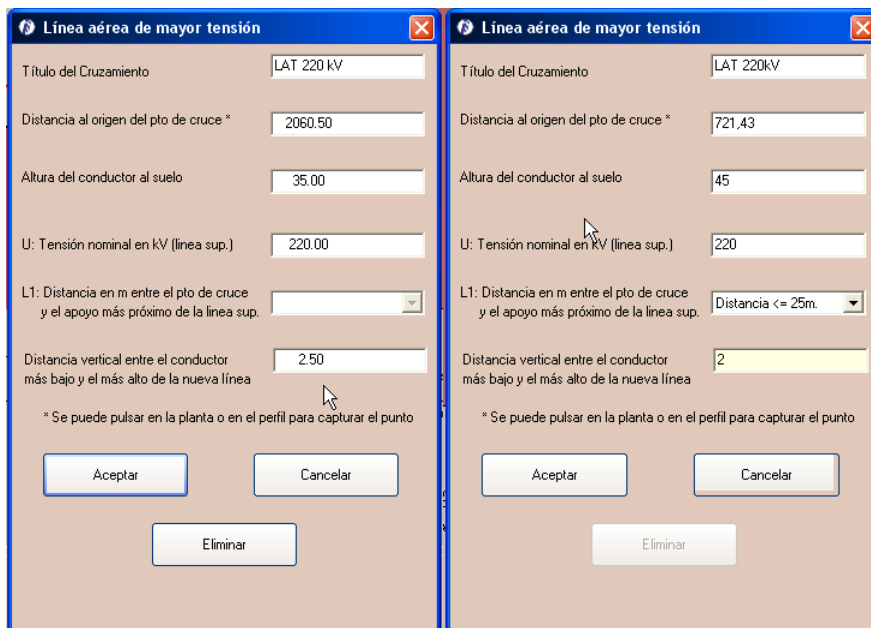

Figura 5.41. Cruzamiento con línea aérea de mayor tensión
- Cruzamiento con línea de mayor tensión (). En la ventana de línea aérea de mayor tensión (Figura 5.41) podemos introducir un cruzamiento indicando:
- *L1: Distancia horizontal entre el punto de cruce y el apoyo más próximo de la línea superior.* Si nuestra línea tiene una tensión nominal entre 3 y 30 kV el programa nos preguntará en L1 si esa distancia es menor o mayor que 25 metros (Figura 5.41, derecha) para escoger una D_{add} u otra según la tabla 17 del la ITC-LAT 07 del R.D. 223/08. Para tensiones mayores no es necesario indicar esta longitud (Figura 5.41, izquierda).